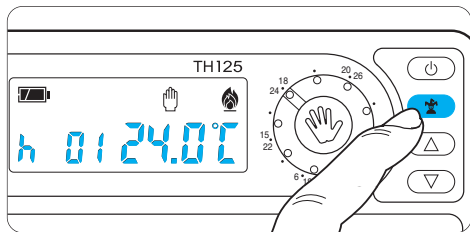

Fig. 27
9.2 - Premere il pulsante  (fig. 27).